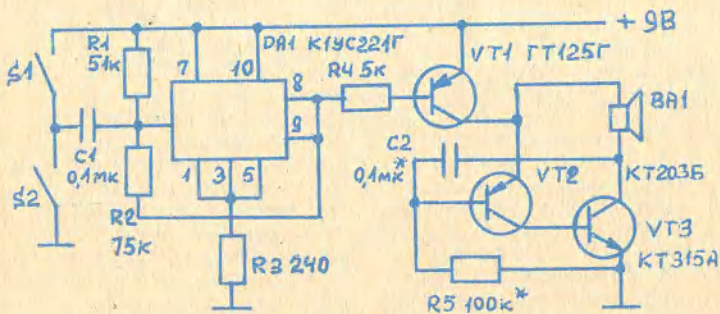

Рис. 3
Те из фотолюбителей, кому случается систематически проводить подобные съемки, могут значительно облегчить свою задачу, собрав более простое устройство с фиксированной установкой объектива (рис. 3). Светонепроницаемая камера 1 здесь снабжена двумя удлинительными кольцами, причем одно (2) служит для присоединения к аппарату, второе (3) является узлом крепления штатного объектива.
Та же микросхема с несколько измененной обратной внешней связью будет играть роль триггера. В зависимости от сигнала на входе, выходной сигнал имеет характер логических «единицы» или «нуля», причем переход из одного состояния в другое происходит скачком. В таком качестве микросхему используют в устройстве тревожной сигнализации, замыканием контактов датчика (рис. 3). Здесь микросхема DA1, получив сигнал от датчика S1, «запоминает» его и отпирает ключ на транзисторе VT1, чем подается питание на генератор звуковых колебаний, собранный на транзисторах VT2, VT3. Величина емкости конденсатора С определяет высоту тона сигнала, озвученного головкой BA1.